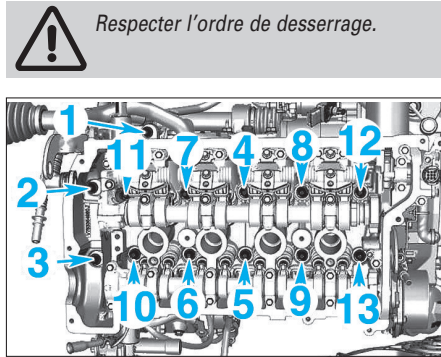

FIG. 62
- les vis de culasse de 1 à 3 (Fig.62).